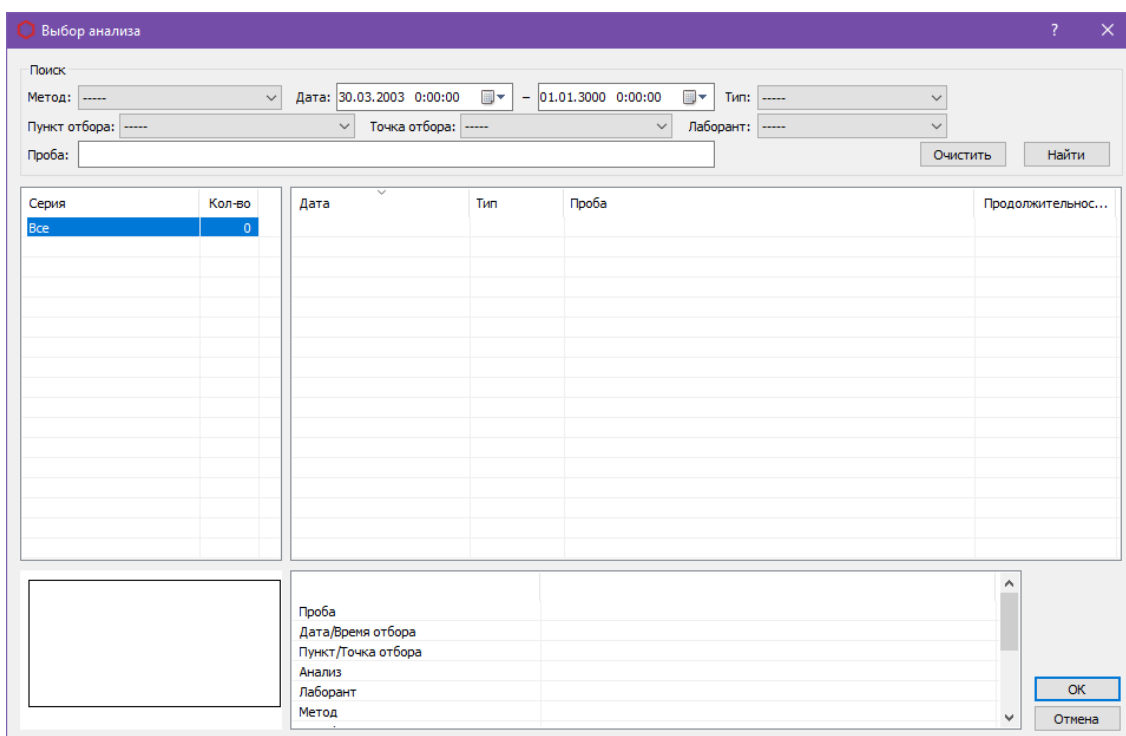

Рис. 4. Окно «Выбор анализа»
1. Нажмите **Добавить**. Откроется окно *Выбор анализа* (Рис. 4).